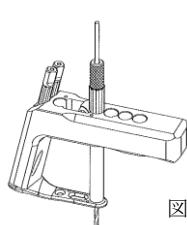

図5
- 5) ターゲティングガイドの骨幹部ホールの使用するプレートの最近位の位置に、骨幹部用ドリルスリーブを組み付けた骨幹部用スリーブ(丸穴用)を挿入します。ドリルがプレートに干渉しないで通過することを確認します。(図5)